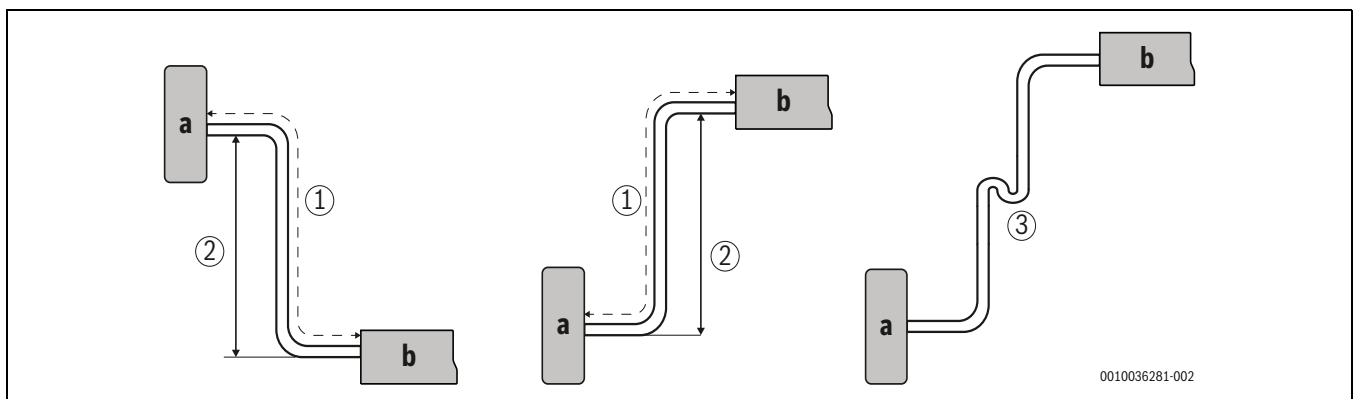

Bild 10 Rohrlänge und -steigung
- 1) Markierung (1) in → Abb. 10 beachten
- 2) Markierung (2) in → Abb. 10 beachten